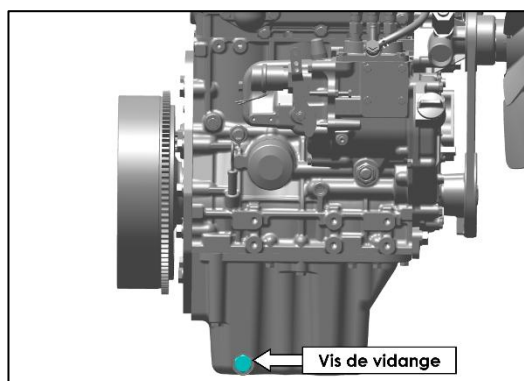
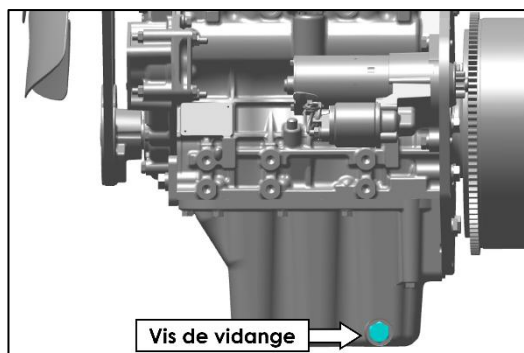

Fig. 156 - VIS DE VIDANGE D'HUILE MOTEUR
Fig. 157 - VIS DE VIDANGE D'HUILE MOTEUR
1. Le tracteur étant stationné sur une surface plane, placez un bac de vidange sous le carter du moteur, puis retirez la vis de vidange (fig. 156 et fig. 157).